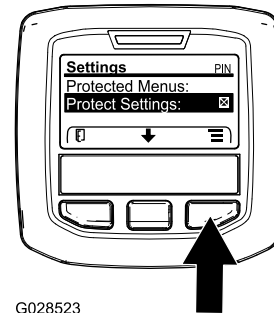

Figura 8
1. A partir do menu PRINCIPAL, utilize o botão central para ir até ao menu de DEFINIÇÕES e prima o botão direito (Figura 8).